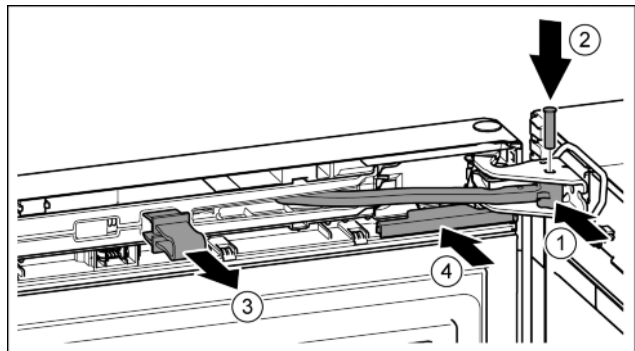

Fig. 25
- ▶ Kĺb otočte v ložiskovej konzole. Fig. 25 (1)
- ▶ Do ložiskovej konzoly a kĺbu vložte časť. Pritom dbajte na to, aby sa zaistovací doraz nachádzal správne v drážke. Fig. 25 (2)
- ▶ Vyberte poistku. Fig. 25 (3)
- ▶ Nasuňte kryt. Fig. 25 (4)